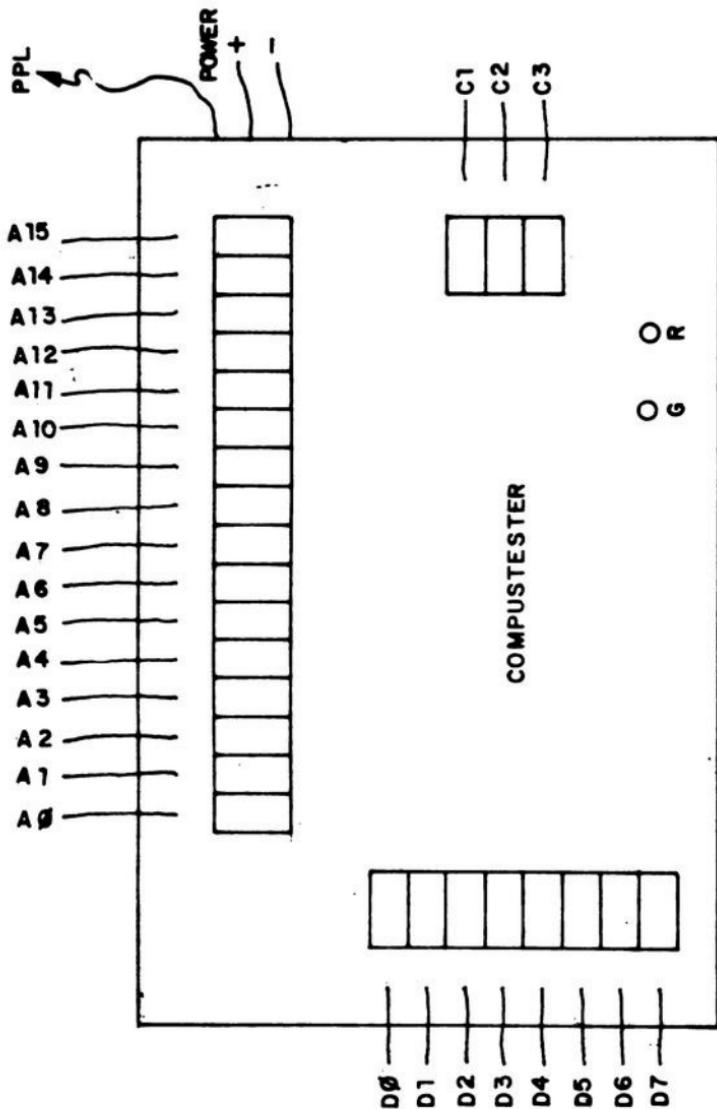

figura 11-3 - Tester estático - COMPUTESTER
- **TESTER ESTÁTICO/COMPUTESTER:** a maior dificuldade no conserto de aparelhos digitais é conseguir seguir o grande número de sinais, de frequência alta e irregular. Uma solução possível é substituir o microprocessador - fonte desses sinais - por um aparelho - o COMPUTESTER (figura 11-3) - que passa a emitir-los sob controle manual do operador.